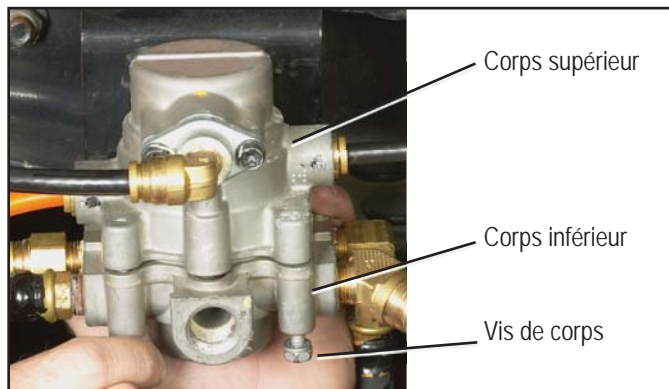

Figure 11 - FIXER LE CORPS SUPÉRIEUR ET LE CORPS INFÉRIEUR
2. Tel qu'illustré à la Figure 11, alignez le corps inférieur de la soupape avec le corps supérieur. Pousser les deux moitiés de corps l'une vers l'autre. Insérez tout d'abord deux des quatre vis (resserrez avec les doigts) dans les trous d'assemblage du corps inférieur situés le plus près du port d'alimentation. Cette procédure favorisera l'alignement. Une vis additionnelle a été incluse dans la trousse pour remplacer une vis qui aurait été égarée au cours de l'installation.